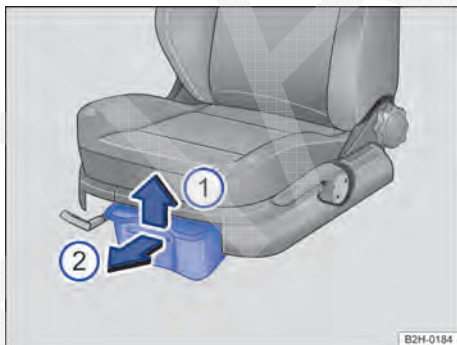

Fig. 89 Porta-objetos debaixo dos bancos dianteiros (variante 2): gaveta sem acionamento por botão.
- Para *abrir*, levantar a gaveta no sentido da seta ⇒ Fig. 89  e abrir no sentido da seta .